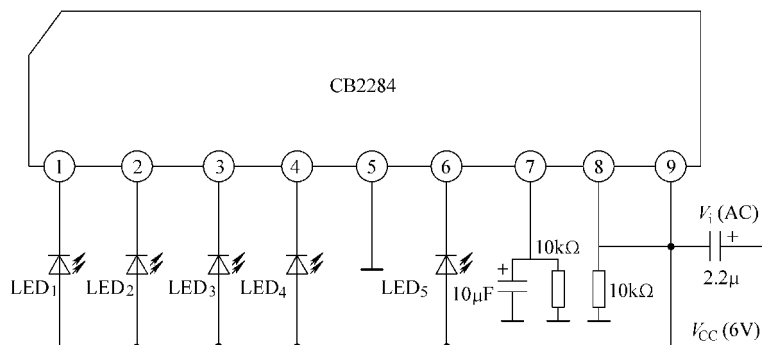

图 2-100 电平表
2) 电平表。目前,在音响设备中大量使用 LED 电平表。它是利用多只 LED 指示输出信号电平的,即利用 LED 的不同数目,表示输出电平的变化。图 2-100 所示为由 5 只 LED 构成的电平表。当输入信号电平很低时,全不发光。当输入信号电平增大时,从 LED_1 开始依次发光。